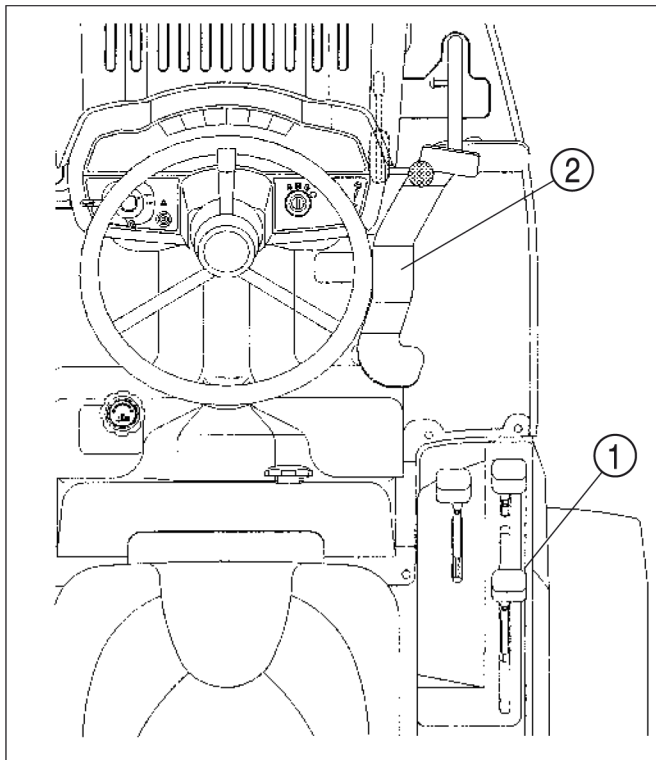

FIG. 20
**Abb. 20:** Ein Schalthebel wird zur Auswahl der Fahrgeschwindigkeit mithilfe verschiedener Räder-Untersetzung im Antriebsstrang verwendet. Eine hydrostatische Steuereinheit ermöglicht in jeder Fahrstufe unendlich viele Geschwindigkeitseinstellungen von 0 bis zur Höchstgeschwindigkeit.
**Der Ganghebel (1)** befindet sich rechts vom Fahrersitz. Er weist zwei Grundgänge auf: Kriechgang (Schildkrötensymbol) und Schnellgang (Hasensymbol). Der Leerlauf befindet sich in der Mitte.
**Das Hydrostatische Steuerpedal (2)** befindet sich rechts auf der Plattform und setzt die hydrostatische Einheit nach vorne oder hinten in Bewegung.